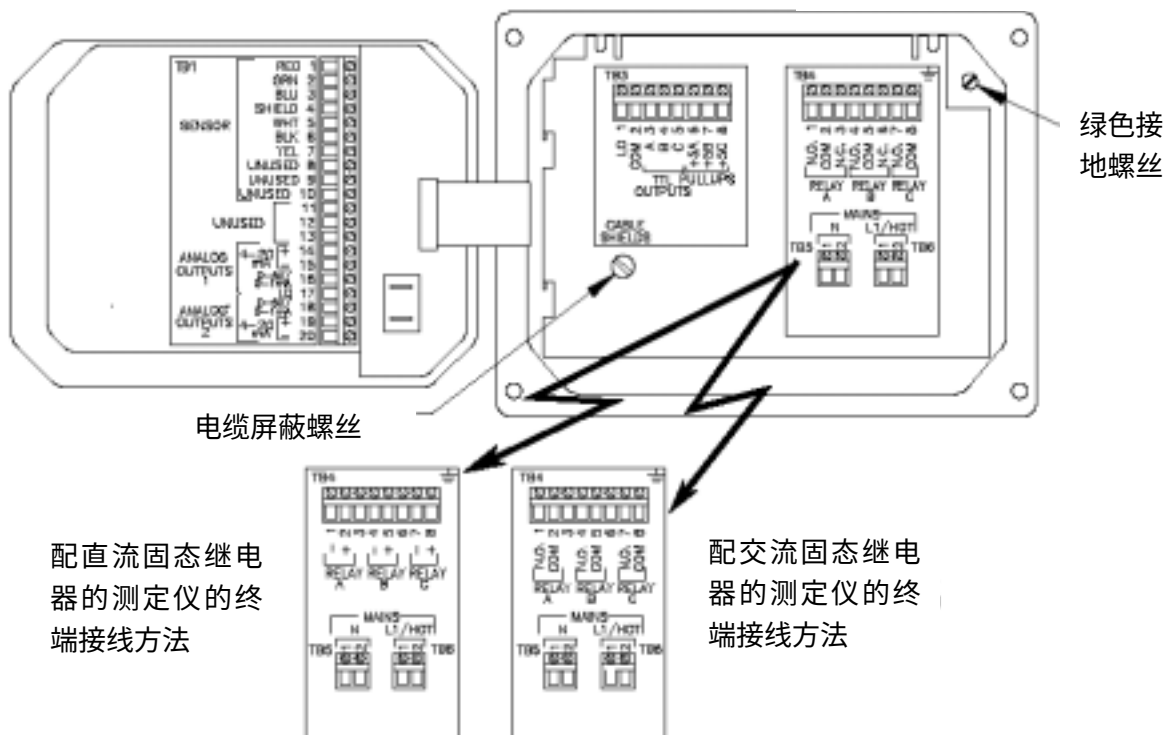

图 2-3 测定仪接线端子分配图
要看到电气连接用的接线端子，需要打开左边铰接的外壳门，并拧下四个紧固螺丝。图 2-3 显示了接线端子的排列和各端子的用途分配情形（在门的背面和测定仪外壳的底部）。
参考图 2-3 来连接 D.O.传感器：
接线提示：请采用高质量的、带屏蔽的仪器用电缆来连接模拟输出。为了尽量避免电磁噪声的干扰，请按照图 2-3 中所示的“电缆屏蔽螺丝”进行电缆屏蔽的连接。
接线提示：请采用高质量的、带屏蔽的仪器用电缆来连接 TTL 输出。为了尽量避免电磁噪声的干扰，请按照图 2-3 中所示的“**电缆屏蔽螺丝**”进行电缆屏蔽的连接。
1. 将地线接到测定仪的绿色接地螺丝，它位于 TB4 的右侧（如图 2-3 所示）。